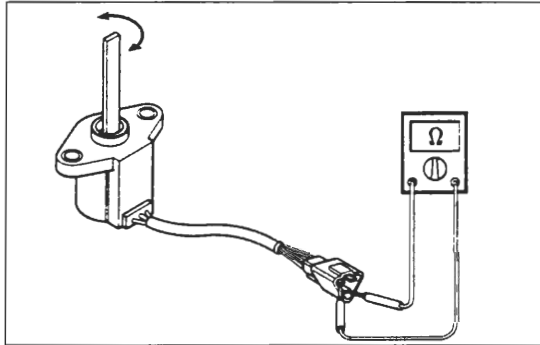

Bild 81
-  Widerstand zwischen Steckerklemmen Schwarz und Schwarz/Weiss mit Taschenprüfer messen. Nadel muss ausschlagen (Bild 81).